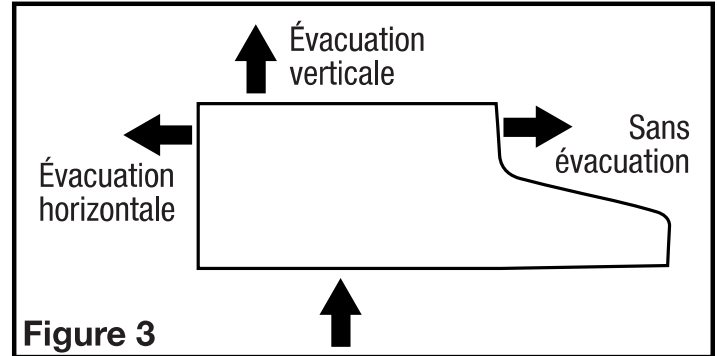

Figure 3
1. Déterminez le type de conduits dont vous aurez besoin. Ce modèle peut évacuer l'air verticalement ou horizontalement par un conduit de 8,25 cm sur 25,4 cm. On peut également l'utiliser sans évacuation (il rejette alors l'air dans la cuisine) en ajoutant 2 filtres au charbon de modèle CF-01 (non compris) (**Figure 3**).